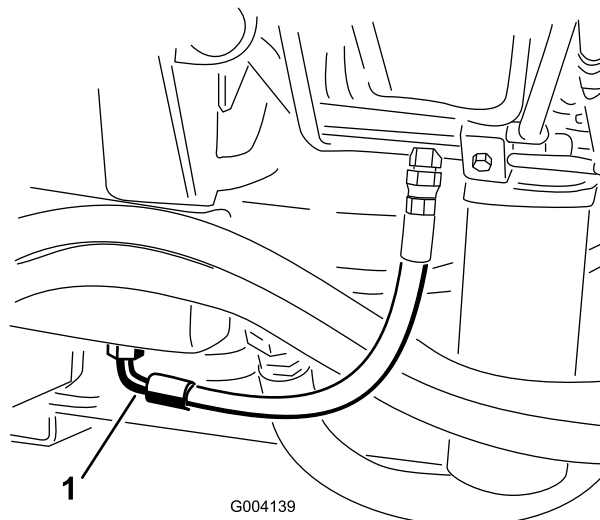

Figura 55
2. Coloque un recipiente grande debajo del acoplamiento situado en la parte inferior del depósito de aceite hidráulico (Figura 55).